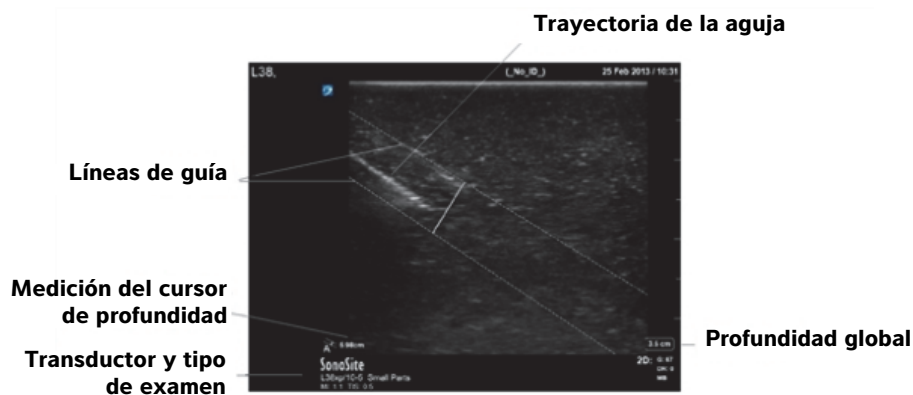
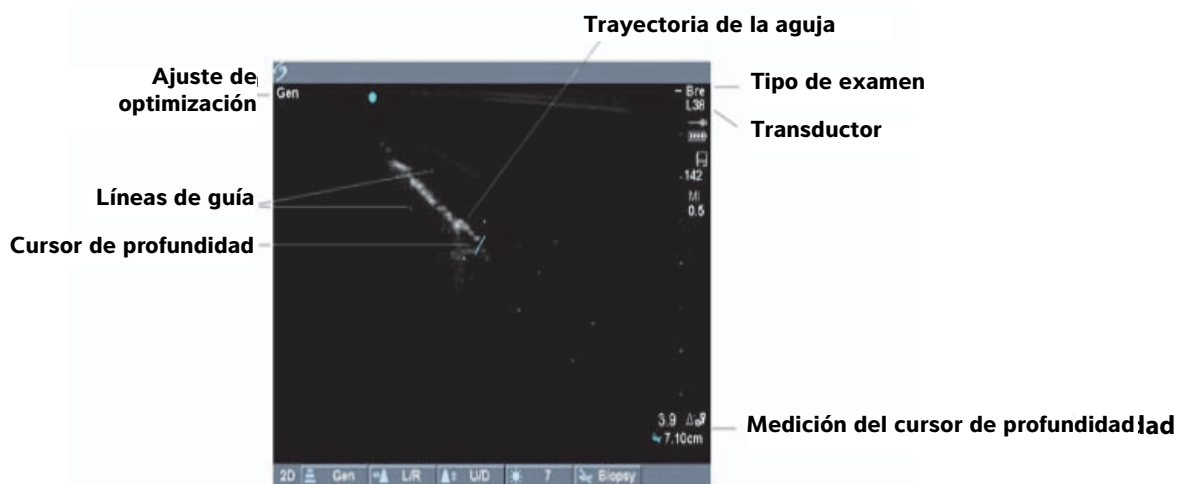

Figura 3 Guías dentro del plano en el sistema SonoSite X-Porte
Figura 4 Guías dentro del plano en el sistema MicroMaxx o TITAN
- 8 Verifique que la aguja, tal como se muestra en la pantalla del sistema, se encuentre entre las líneas de guía. Vea la **Figura 3, “Guías dentro del plano en el sistema SonoSite X-Porte”** en la página 41 y la **Figura 4, “Guías dentro del plano en el sistema MicroMaxx o TITAN”** en la página 42.
Nota: La medición mediante el cursor de profundidad, que se muestra en el sistema de ecografía, mide la distancia desde la punta de la aguja hasta el origen de la guía de aguja. Vea la Figura 3 y la Figura 4.